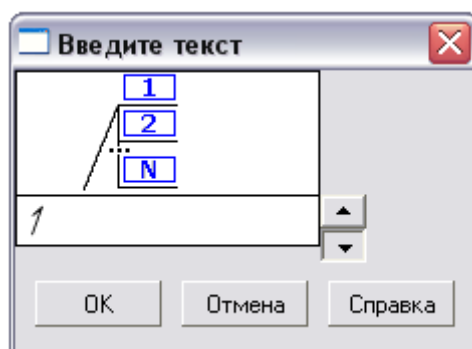

Рисунок 12.14 Диалог ввода текста
-  7. В появившемся на экране диалоге **Введите текст** можно ввести номер 1 непосредственно в поле ввода или с использованием счетчика (рисунок 12.14).